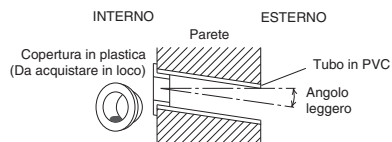

Fig. 3-37
- (6) Posizionare la copertura di plastica sull'estremità del tubo (solo per lato interno) ed inserire il tubo nel muro. (Fig. 3-37)